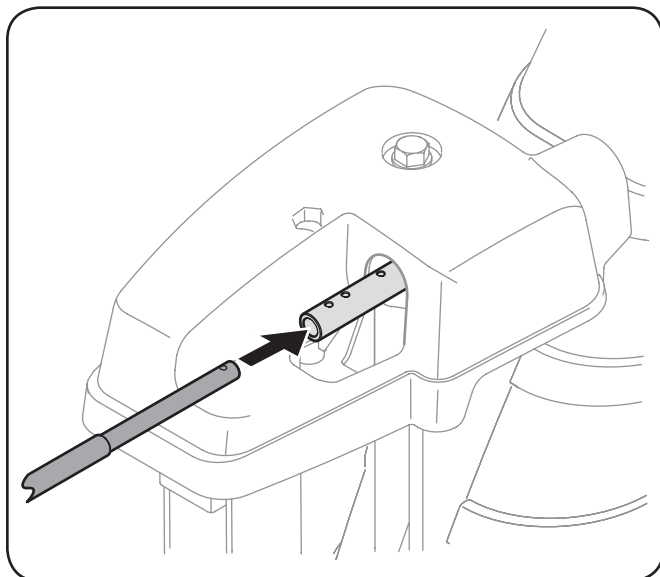

Figura 3-4
2. Inserte la varilla hexagonal dentro del cabezal de control del canal. Varilla de empuje en la medida de control de la tolva en la cabeza como sea posible, manteniendo los orificios de la varilla hexagonal apuntando hacia arriba. Vea la Figura 3-4.